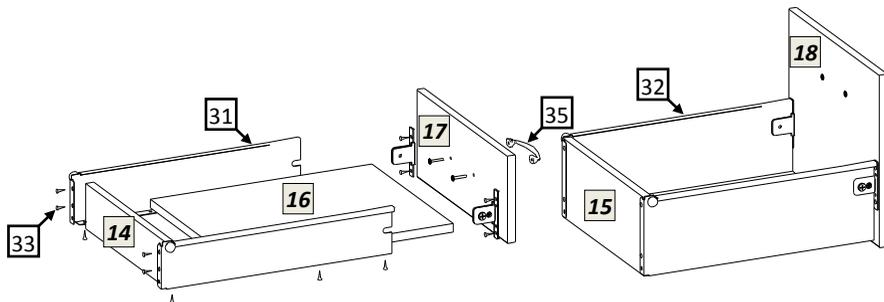

рис.1
- 5.1 Распаковав стол, внимательно ознакомьтесь со схемами сборки, изображёнными на рис.1 и рис.2. Согласно позициям на схеме и комплектовочной ведомости определите расположение деталей в изделии и порядок их сборки. Сборка производится на ровном полу, укрытом материалом, предотвращающим повреждение покрытия пола и деталей мебели. Подготовьте необходимые для сборки инструменты – плоскую и крестовую отвёртки, молоток, рулетку или линейку, гаечный ключ 12мм для регулировки опор, шуруповёрт.
- 5.6 Сборка выдвигающих ящиков. Схема сборки ящиков показана на рис.1. Шурупами 4x16 соедините заднюю стенку, днище ящика и его фасад с металлическими боковинами направляющего механизма. На фасад ящика установите ручку. Установите в тумбу стола собранные ящики. При необходимости отрегулируйте зазоры винтами крепёжного фасадного элемента метабоксов.